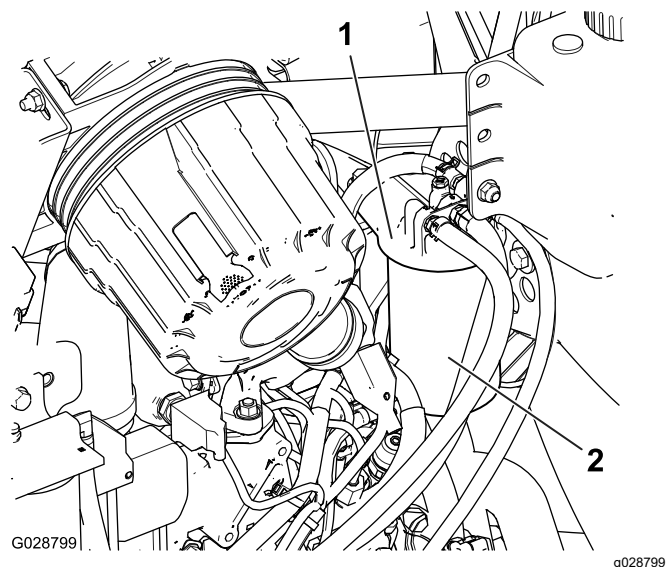

Figura 90
2. Retire el filtro y limpie la superficie de montaje de la cabeza del filtro (Figura 90).
1. Limpie la zona alrededor de la cabeza del filtro de combustible (Figura 90).